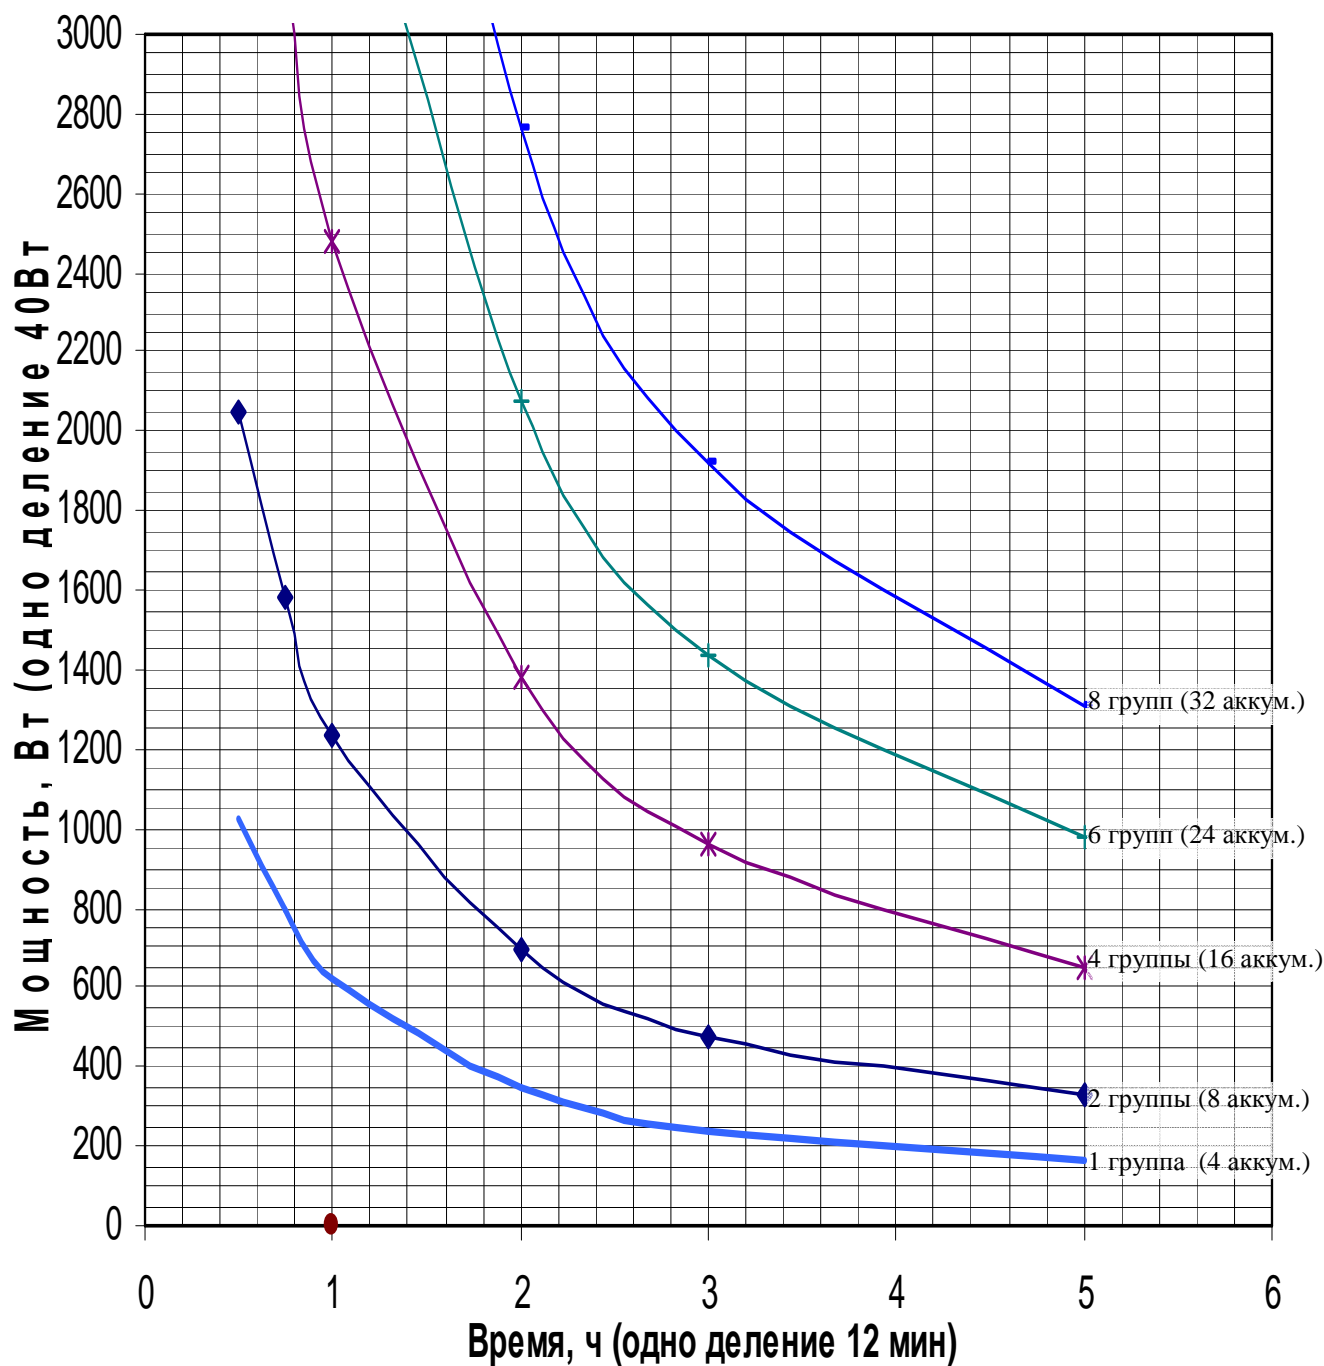

Рисунок 8.2 Зависимость времени работы на резервном питании от мощности нагрузки
- 9) определить по графикам рис. 8.2 количество групп АКБ при заданном времени работы на резервном питании и вычисленной суммарной мощности всех нагрузок P_{Σ} ;
Оптимальное для потребителя соотношение между общей мощностью, временем работы на резерве и количеством групп аккумуляторов определяется по общей мощности нагрузок (без тока заряда) по приведенным на рис.8.2 графикам. Время работы приведено для полностью заряженных АКБ и до отключения АКБ при снижении напряжения на АКБ до 43 В.